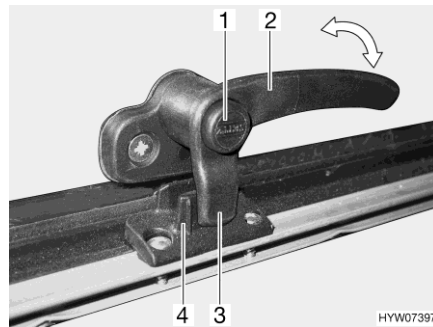
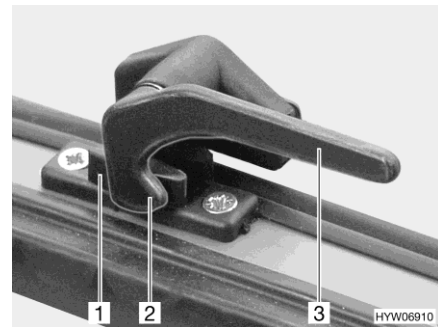

Bild 69 Verriegelungshebel mit Sicherungsknopf in Stellung "geschlossen"
Bild 70 Verriegelungshebel in Stellung "geschlossen"
- Wenn vorhanden, Sicherungsknopf (Bild 69,1) drücken und gedrückt halten.
- Den Verriegelungshebel (Bild 69,2 oder Bild 70,3) eine viertel Umdrehung zur Fenstermitte hin drehen.
- Den Verriegelungshebel (Bild 69,2 oder Bild 70,3) eine viertel Umdrehung zum Fensterrahmen hin drehen.
Die Verriegelungsnase (Bild 69,3 oder Bild 70,2) am Verriegelungshebel liegt komplett auf der Innenseite der Fensterverriegelung (Bild 69,4 oder Bild 70,1).
- in Stellung "fest verschlossen" (Bild 69 und Bild 70)